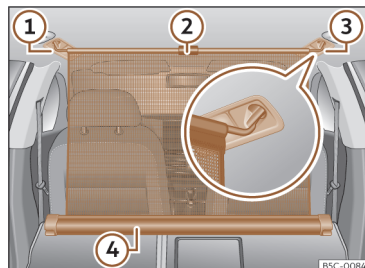

Fig. 184 Na bagageira: rede de separação fixa com os encostos do banco traseiro rebatidos.
- Puxe a aba para acima >>> Fig. 184 ② para tirar a rede da carcaça ④.
- Prender a rede de separação do lado esquerdo ou direito >>> Fig. 184 ③ (imagem ampliada).
- Prender a rede de separação no alojamento do outro lado >>> Fig. 184 ① puxando a barra.
A rede de separação está montada corretamente quando as extremidades em forma de T estão fixas com firmeza nos alojamentos correspondentes >>> Fig. 184 ③ e ①.
- Enrole a rede na carcaça >>> Fig. 184 ④ baixando-a manualmente.